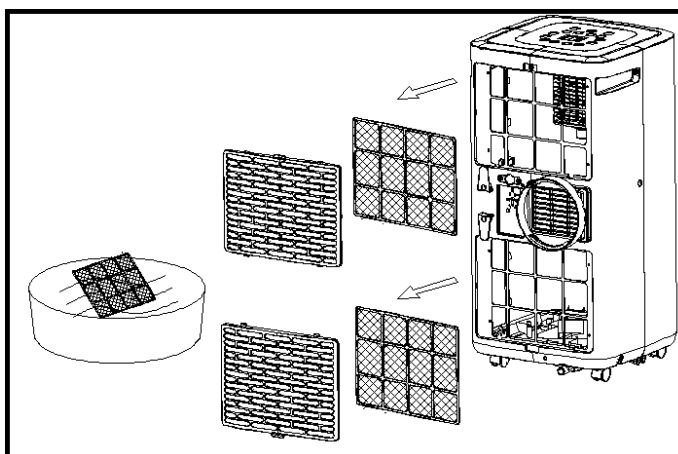

Fig.5
- Pulire il filtro per la polvere una volta ogni due settimane per non influenzare il volume d'aria. Pulire il filtro con del detersivo neutro e con acqua calda a ca. 40°C. Rimuovere tutti i residui di sporco e lasciare asciugare il filtro completamente all'aria prima di montarlo di nuovo nell'apparecchio (Fig.5).